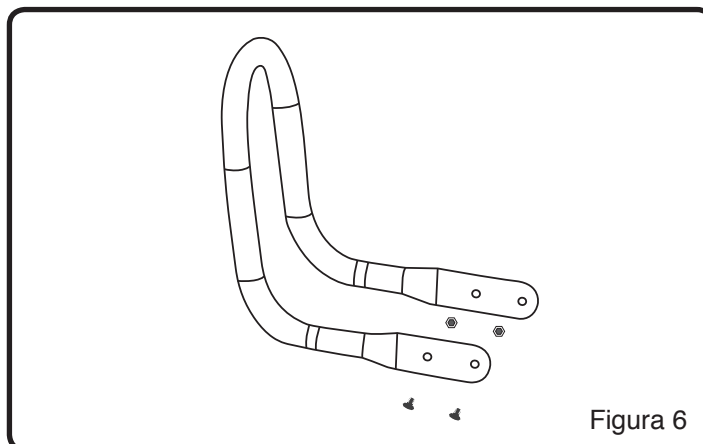

Figura 6
(véase la figura 6)
1. Colocar la motocultivadora en una superficie a nivel y asegurarse que la barra de arrastre de profundidad esté en una posición tal que el bastidor principal de la motocultivadora esté a nivel. (Véase la figura 6)
2. Retirar la tapa de llenado / varilla medidora del nivel de aceite y enjuagarla con un paño. (Véase la figura 6)